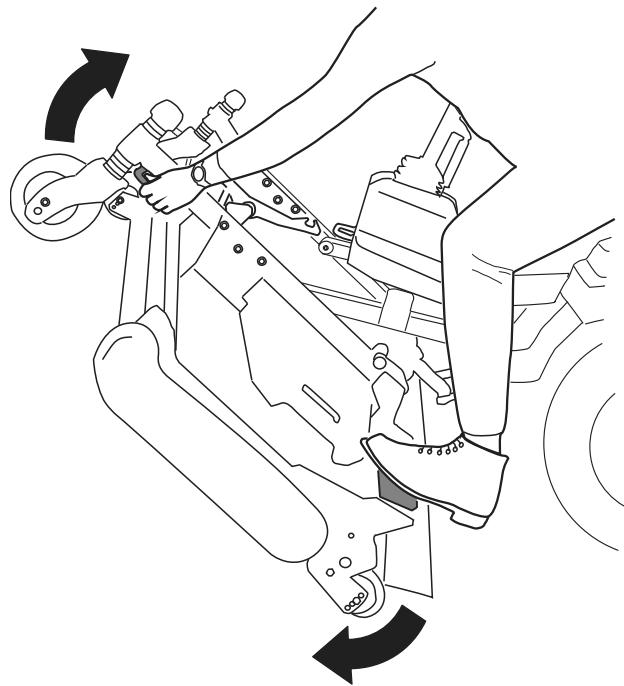
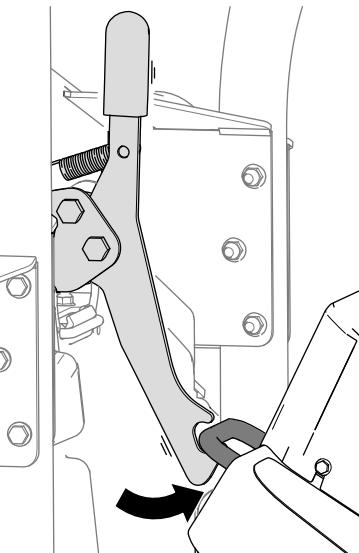
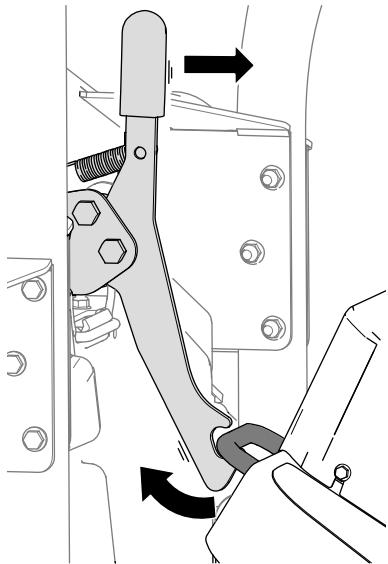

Figure 39
Figure 40
Figure 41
5. Tournez l'unité de coupe (Figure 39) de sorte que le verrou s'enclenche sur l'anneau d'arrimage (Figure 40).
1. Dégagez le verrou de l'unité de coupe de l'anneau d'arrimage (Figure 41) en faisant pivoter l'unité de coupe vers l'avant (voir Figure 39) et en tirant la poignée de verrouillage vers l'avant.